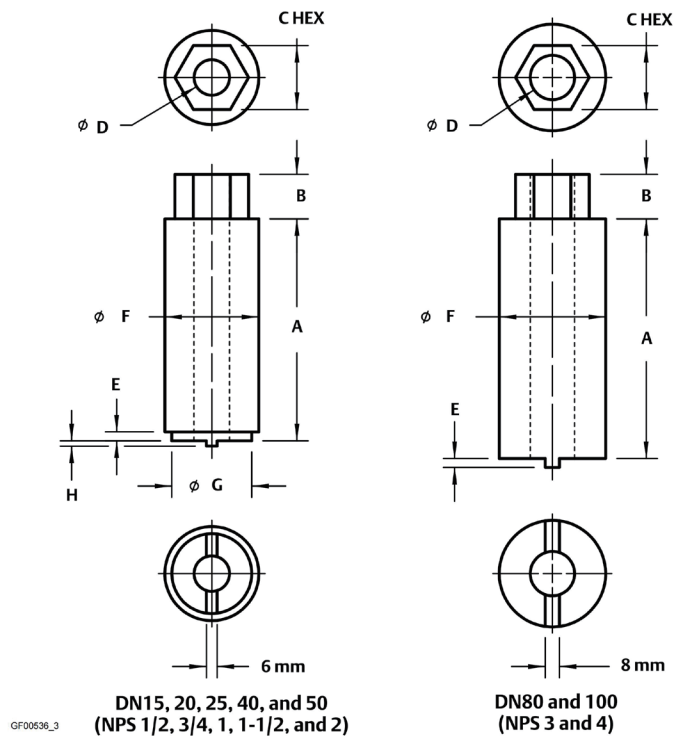

图 20 波纹管压盖拆卸和安装工具
2. 对于波纹管延长阀盖，使用波纹管螺母专用拆卸安装工具（加工图纸参照图 20）将波纹管螺母（件号 15）拆下，具体步骤如下：
- a. 将专用工具（图 20）插入到波纹管延长阀盖（件号 4）中，确保专用工具的凸缘与波纹管螺母上的凹槽完全配合上。